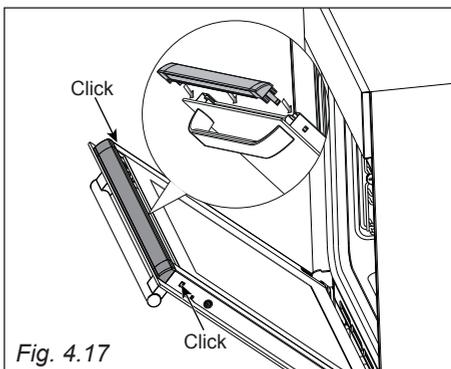

Fig. 4.17
- Premere leggermente il profilo superiore verso la porta per agganciarlo in posizione. Si dovrà udire il click di aggancio delle due alette (fig. 4.17). Prestare particolare attenzione a rimontarlo correttamente: nel verso corretto la parte ribassata è rivolta verso l'interno del forno.